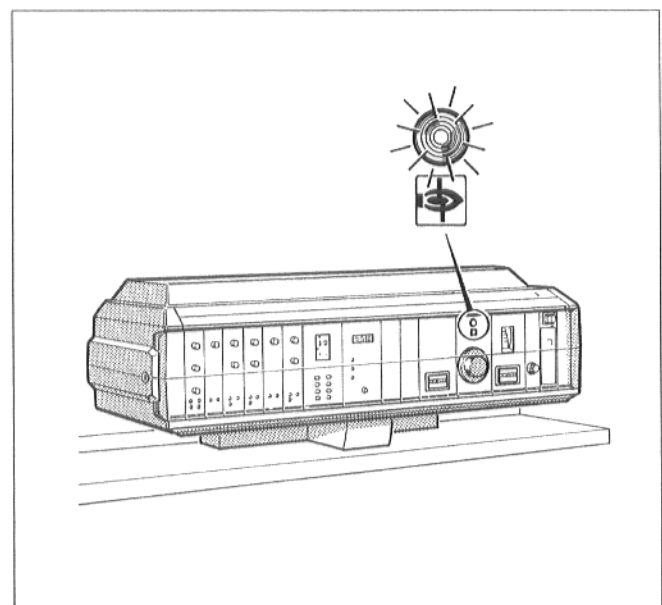

Fig. 3
- Se enciende la lámpara testigo en el aparato de regulación (fig. 3); pulsar el botón de eliminación de perturbaciones en el automático de combustión del quemador.